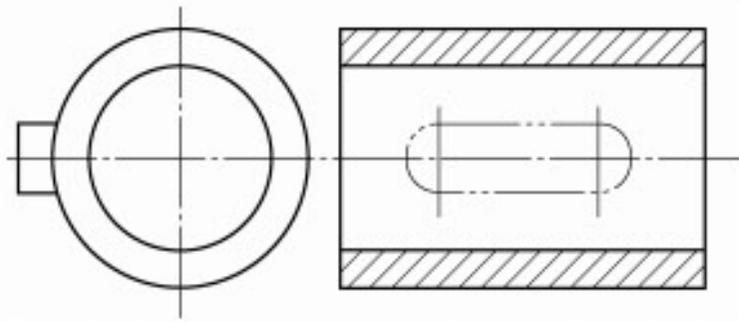

图 4-57 剖切平面前结构的表示法
- ❖ (14) 在需要表示剖切平面前的结构时，这些结构按假想投影的轮廓绘制，如图 4-57 所示。